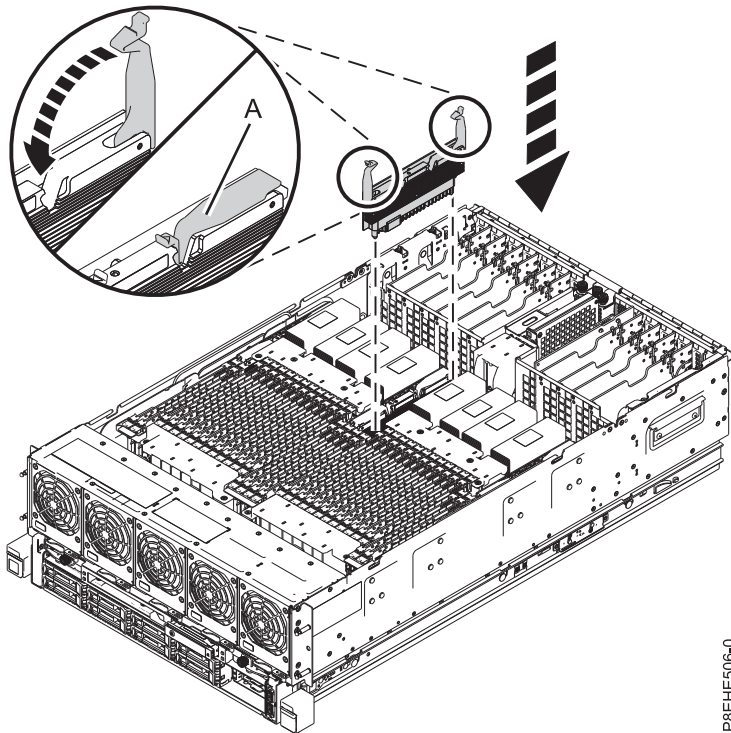

Figura 13. Sustitución de un módulo regulador de voltaje de procesador en el sistema
- a. Asegúrese de que las pestañas de conector **(A)** estén colocadas en la posición de desbloqueo, como se muestra en la Figura 13 en la página 22.
- d. Coloque el módulo regulador de voltaje del procesador empujando las pestañas del conector **(A)** hasta que quede fijado al chasis del sistema, como se muestra en la Figura 13 en la página 22.